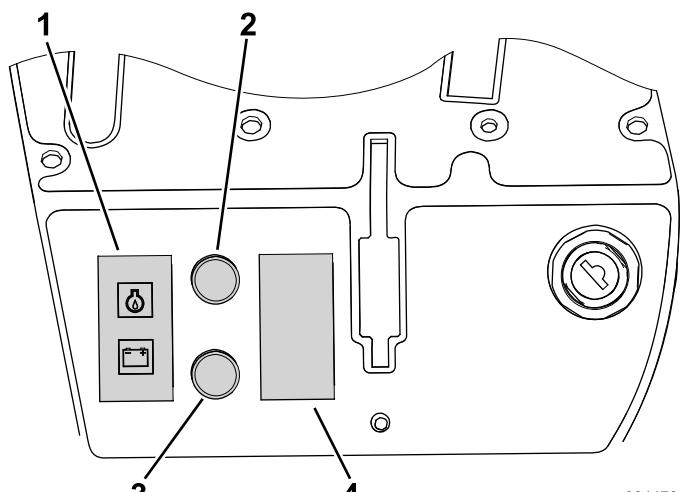
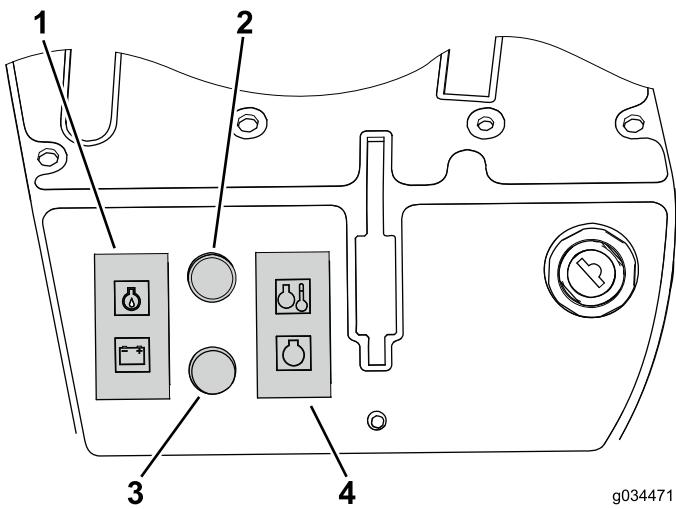

Figura 29
Figura 30
4. Montate la spia di avvertenza o il tappo rimossi in precedenza nel relativo intaglio (Figura 29 e Figura 30).